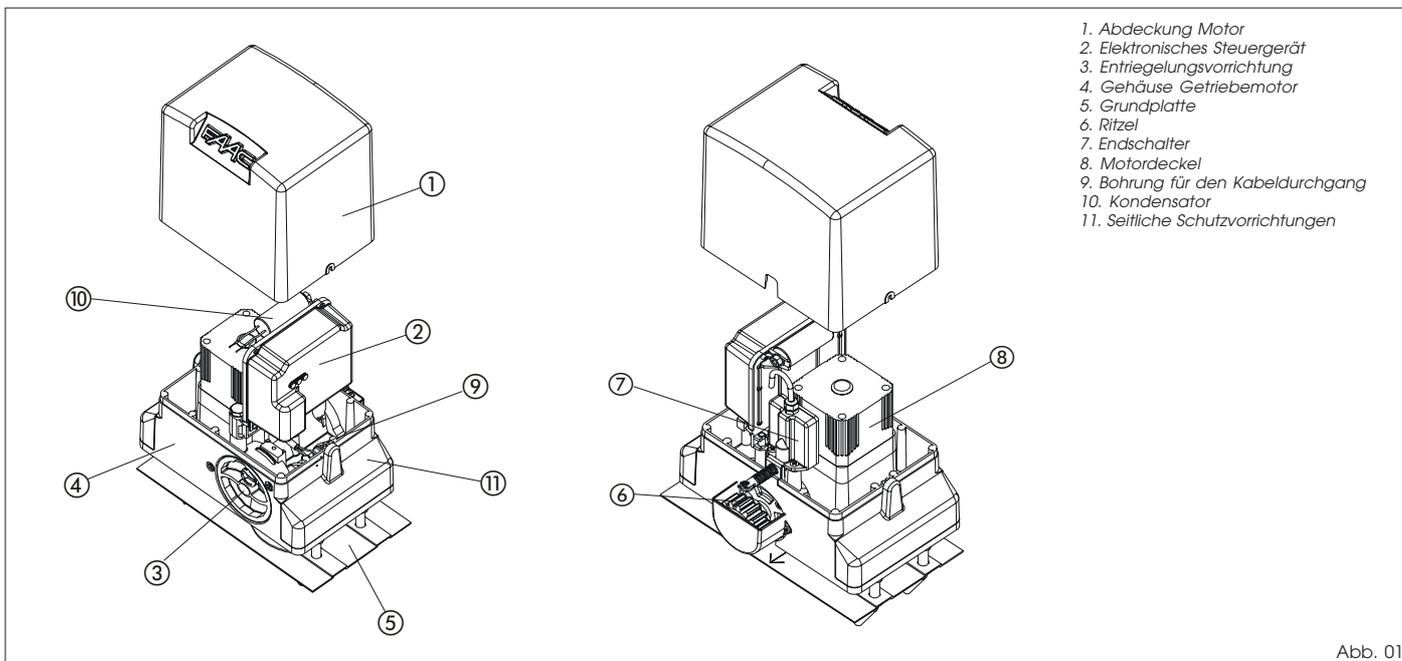

Abb. 01
- 2- Den Antrieb mit den Unterlegscheiben und den Muttern aus dem Lieferumfang gemäß Abb. 09 auf der Grundplatte anbringen. Hierbei die Kabel durch die im Motorgehäuse vorgesehenen Öffnungen einziehen (siehe Abb. 01 - Bez. 9). Falls notwendig ist es möglich, beide Bohrungen durch einen Hammer zu verbinden, um einen breiteren Durchgang zu erreichen.